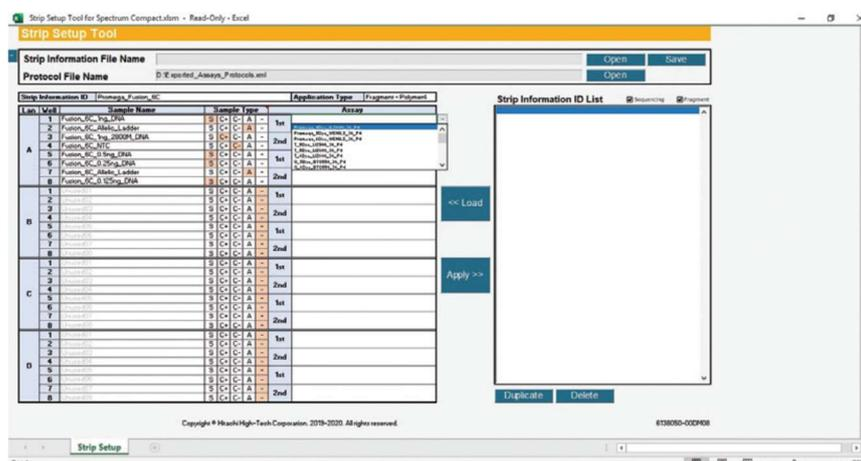

図 246 Assay Pull-Down Menu を含む Strip Setup Tool for Spectrum Compact 画面
- インジェクションセット（4つのwellで1セット）に assay を割り当てるために、1st と記されたセルの右側にある Assay の列の下のセルを選択すると、プルダウンメニューが有効になります。(図 246)
- 新しく作成した strip information を Strip Information ID List に移動するために、**Apply** を選択します。新しく作成した strip の名前が、このリストに表示されます。(図 246)
- strip information を.xml ファイルとして保存する前に、Strip Information ID List の新しく作成した strip ファイル名の前にはアスタリスクが付きます。 .xml ファイルとして保存後は、アスタリスクが消えます。(図 246)